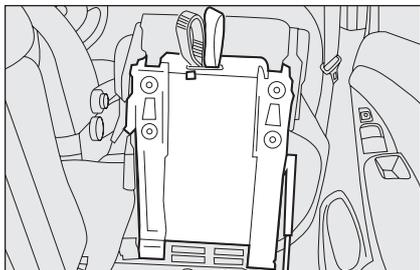

fig. 114
**Non tirare mai le fettucce B o C-fig. 114 con i sedili in posizione di carico in quanto scorrerebbero verticalmente impedendo il riposizionamento dei sedili.**